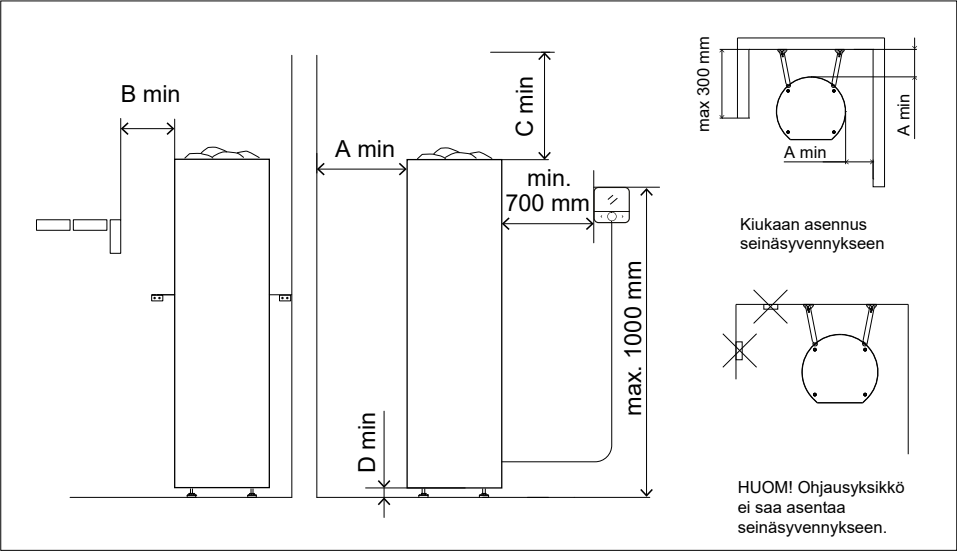

Abbildung 4. Mindestsicherheitsabstände
Bei Bedarf kann ein Ofenschutz um den Saunaofen herum gebaut werden. Dieser muss immer die in der Anleitung angegebenen Sicherheitsabstände zu brennbaren Materialien einhalten (Abbildung 4 und Tabelle 2).
- Der Saunaofen kann auch in einer Wandnische installiert werden. Siehe Abbildung 4.
Bedienfeld in der Dampfkabine installiert wird, muss der Installationsort mindestens den Mindestschutzabstand (0,7 m) zum Heizgerät und höchstens einen Meter (1 m) über dem Boden betragen. (Siehe Abbildung 4). Stromversorgungskabel und das Kabel des Bedienfelds sollten nicht nebeneinander verlegt werden, um Störungen zu vermeiden.